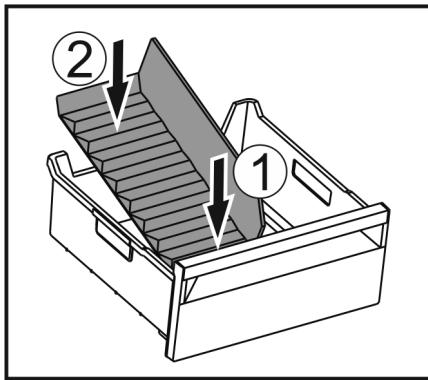

Fig. 158
- Vložte prednú časť oddeľovača zásuvky na ľad. Fig. 158 (1)
- Spusťte zadnú časť oddeľovača zásuvky na ľad až na dno zásuvky. Fig. 158 (2)